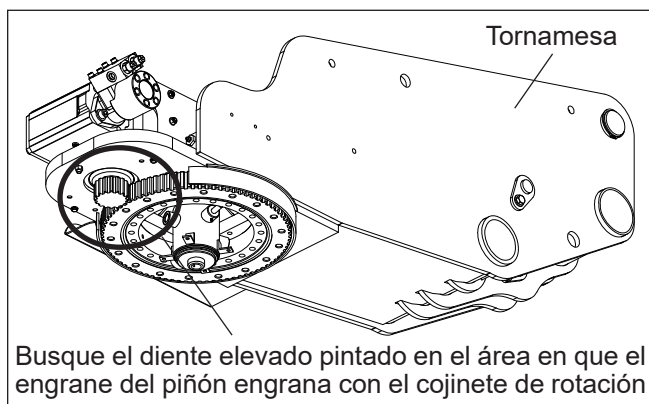

Figura 8.12 — Ubicación del diente elevado del cojinete de rotación
2. Rote las plumas a la posición con el menor grado de movimiento entre el piñón de rotación y el cojinete de rotación. Esta posición en general es donde se encuentra el diente elevado (consulte la Figura 8.12).